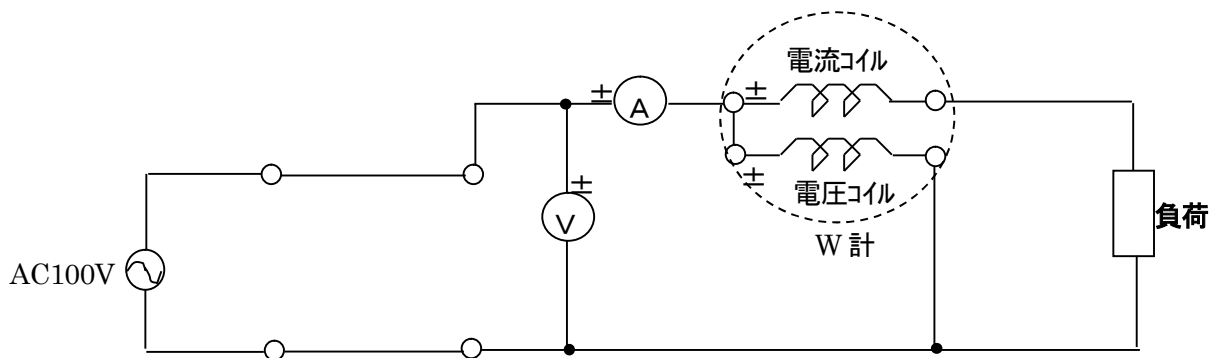

図6 接続図
- ①図6のように接続し、負荷（白熱電球、蛍光灯、LED電球、扇風機、電気ストーブ）をつなぐ。
- ②その時の電圧、電流、電力を電圧計、電流計、電力計から読みとり表に記入する。
- ③力率を（1）式から計算し、表に記入する。
- ④負荷を変え同様な実験をする。